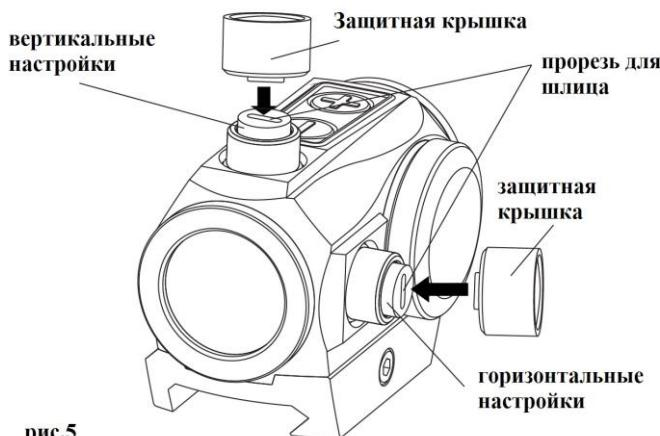

рис.5
1. Сверху прицела находится барабан вертикальных поправок, справа – барабан горизонтальных поправок (Рис.5). На фабрике при цельная марка устанавливается в среднее положение.
2. Для ввода поправок можно воспользоваться встроенной в защитную крышку отверткой (см. Рис.5).